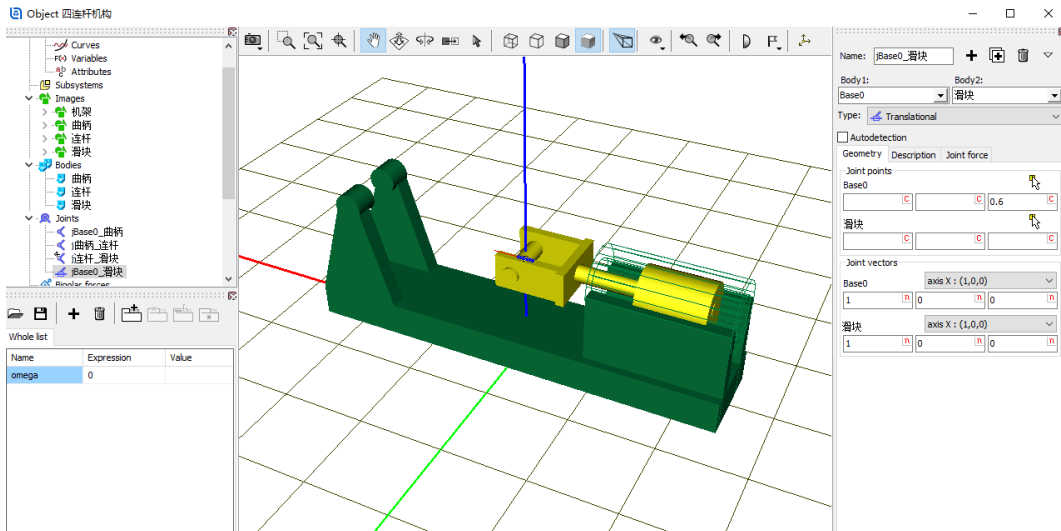

图 2-60
- 16) 创建第四个铰，**Body1** 选择 **Base0**，**Body2** 选择**滑块**，**Type** 选择 **Translational**，**Joint points** 分别为 $(0, 0, 0.6)$ 和 $(0, 0, 0)$ ，**Joint vector** 都选择 **X 轴**，如图 2-60。表示将滑块的原点与总体坐标系的点 $(0, 0, 0.6)$ 重合，滑块沿通过该点与总体坐标系 X 轴平行的 X' 轴可以平动，并且滑块的 X 轴与之平行（重合）。